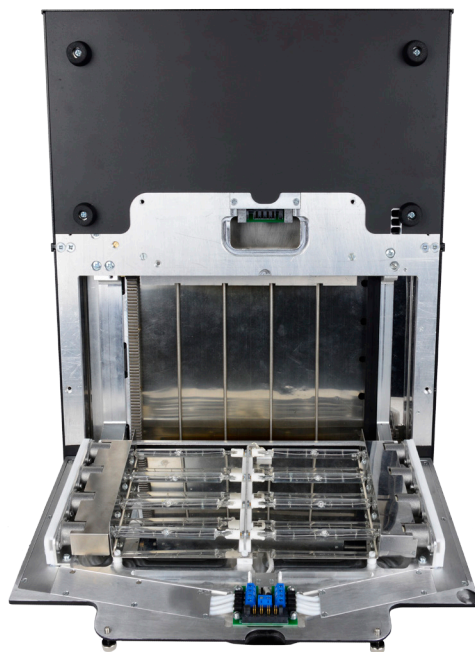

Рис. 22
2. Аккуратно откройте отсек с лампами (Рис. 22).